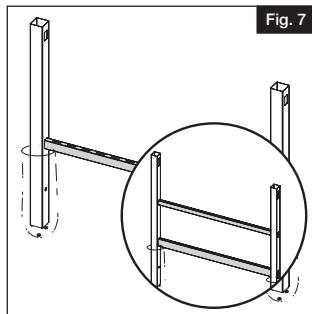

Fig. 7
- a. Inserte el travesaño inferior en los orificios ranurados inferiores para poste en los dos postes (Fig. 7).